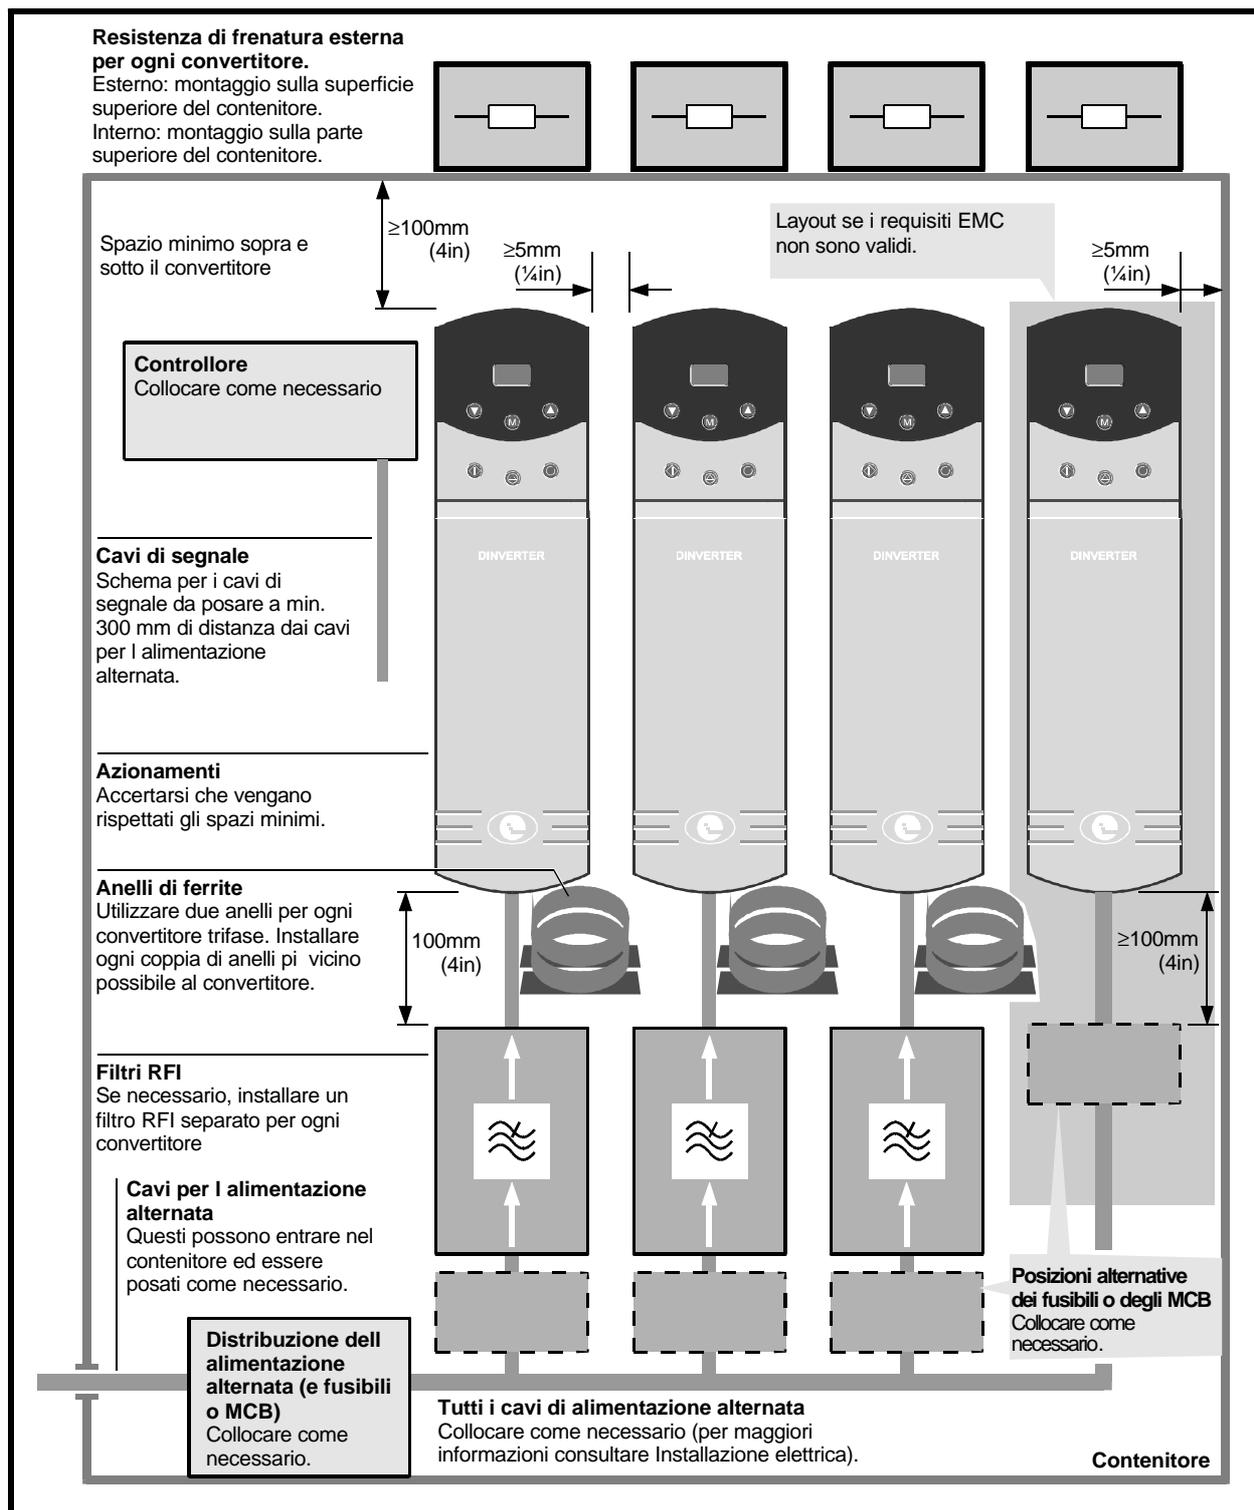

Figura 3-1 Progettazione del layout del contenitore
Per ridurre al minimo le emissioni in radiofrequenza è necessario installare il convertitore in un contenitore d'acciaio, prestando attenzione alla disposizione del cablaggio all'interno del contenitore. La Figura 3-1 mostra le raccomandazioni per il layout del contenitore. Le Figure 4-1 e 4-2 del Capitolo 4 Installazione Elettrica mostrano esempi di disposizioni del cablaggio per emissioni minime in radiofrequenza. L'effettiva sistemazione dev'essere adattata ai particolari requisiti.
2. Per progettare il layout dell'apparecchiatura nel contenitore fare riferimento alla Figura 3-1.